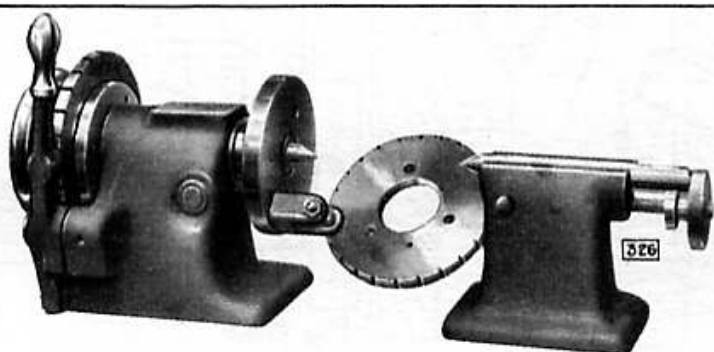

fig. 31
*Diviseur simple* (fig. 31). — A axe vertical ou horizontal. Sur la broche est calé un plateau portant  $z$  encoches régulièrement réparties à sa périphérie ; un doigt à ressort peut s'engager dans l'une quelconque d'entre elles.